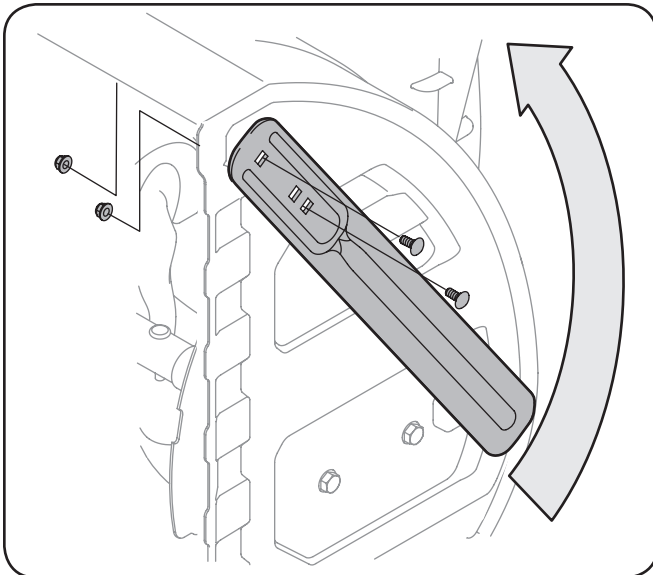

Figure 3-22
1. Retirez les quatre écrous à bride (deux de chaque côté) et les boulons de carrosserie. Placez et fixez les barres de coupe en position verticale. Voir Figure 3-22.